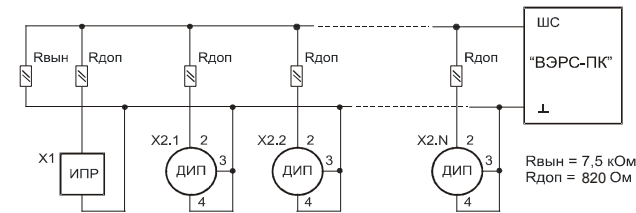
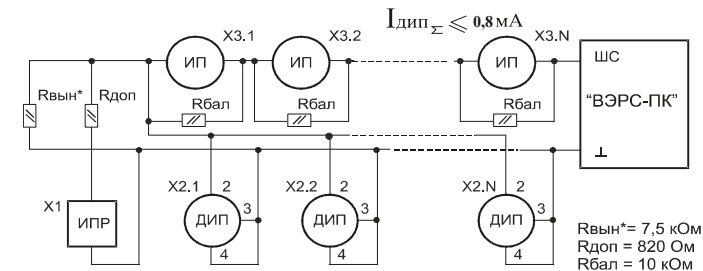

Рис.3. Схемы включения ШС типа ШННС и ШПНС с несколькими дымовыми извещателями (типа ИП212) и сработкой по двум извещателям (с перезапросом).
Рис.5. Комбинированная схема включения ШС типа ШННС со сработкой по одному извещателю (с перезапросом).
**ШННС** — пожарный шлейф с нормальной нагрузочной способностью ( $I_{дип} < 0,8 \text{ ма}$ ). Данный шлейф допускает подключение ИП по рис.3 и рис.5.
**ШПНС** — пожарный шлейф с повышенной нагрузочной способностью ( $I_{дип} 0,8...2,85 \text{ мА}$ ). Данный шлейф допускает подключение ИП по рис. 3.